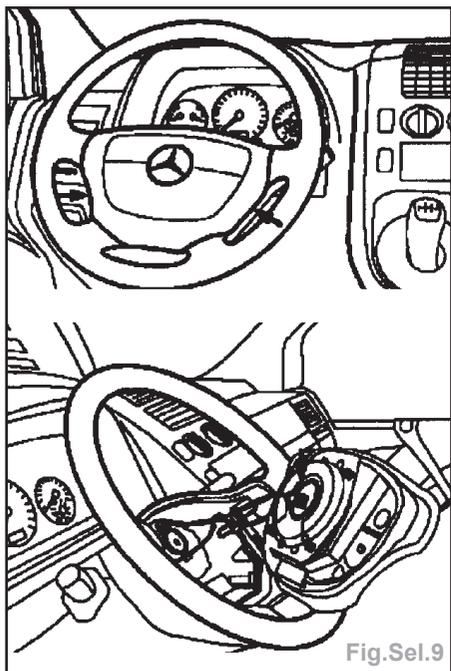

Fig.Sel.9
**Volant avec airbag** (Fig.Sel.9).
- Tourner le volant (2) en position médiane, enclencher l'antivol de direction.
**Nota** : • veiller à ne rien endommager lors de la dépose de la console centrale (1).
• étirer légèrement la console centrale (1) pour faciliter la dépose.